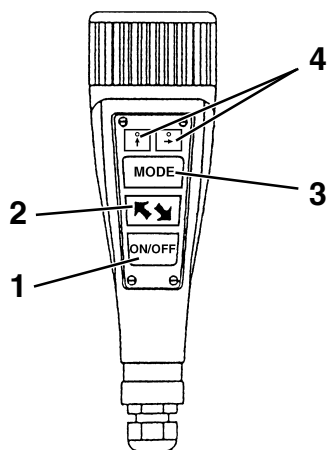

Fig. 27A
5.6.1 Identificazione dei comandi e loro funzione Vedi Fig.27A
5.6.1 Identifying the controls and their function See Fig.27A
5.6.1 Steuerungen und deren Funktion Siehe Abb. 27A
5.6.1 Identification des commandes et de leurs fonctions Voir Fig.27A